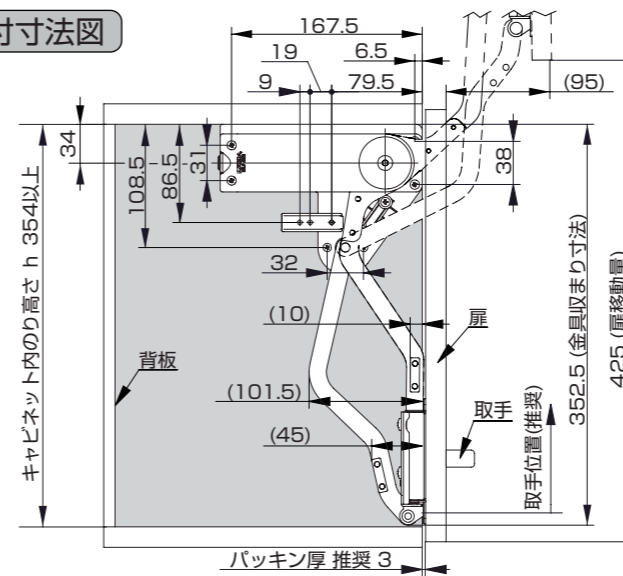
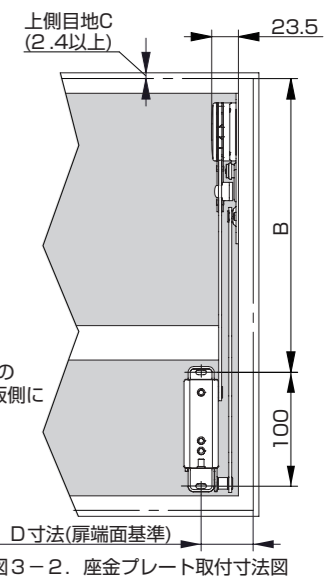
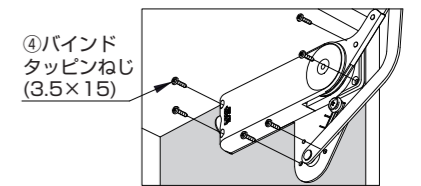

図3-1. 本体取付寸法図
図3-2. 座金プレート取付寸法図
図4
- (1) ①②SLUN-N本体をキャビネット内側の上部及び間口前面に合わせ、付属の④取付ねじ(3.5×15)で固定します(図3-1、図4)。
- (1) 座金プレートを扉裏面の規定位置に、付属の④取付ねじ(3.5×15)で確実に固定します(図3-2)。
- (2) 扉に取手を取り付けます。
※取手は、③座金プレート下端を限度に、なるべく上に取り付けてください(図3-1)。